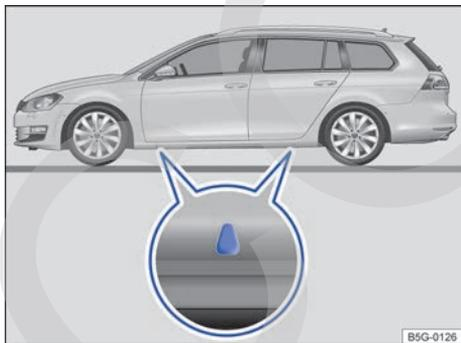

Fig. 214 Puntos de apoyo para el gato. ▶
El gato únicamente se deberá colocar en los puntos de apoyo que se indican (marcas en la carrocería) → fig. 214. El punto de apoyo válido es el que se encuentra junto a la rueda correspondiente → ▲.
5. Busque debajo del vehículo el punto de apoyo para el gato → fig. 214 que se encuentre más próximo a la rueda que haya que cambiar.